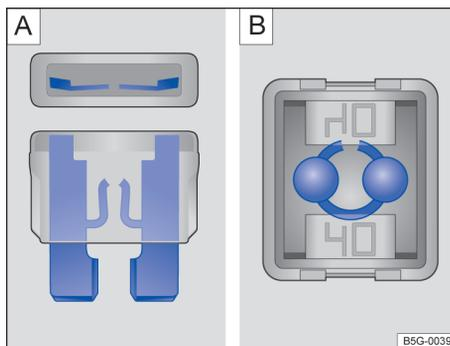

图 124 已熔断的保险丝：A 扁平片式保险丝、B 方块式保险丝
- **扁平片式保险丝 (ATO®, MINI®)** 可通过包裹金属片的透明壳体顶部和侧面观察其内的金属片熔化状态鉴别其是否熔断 → 图 124 **A**。
- **方块式保险丝 (JCASE®)** 可通过透明壳体顶部观察其是否熔断 → 图 124 **B**。